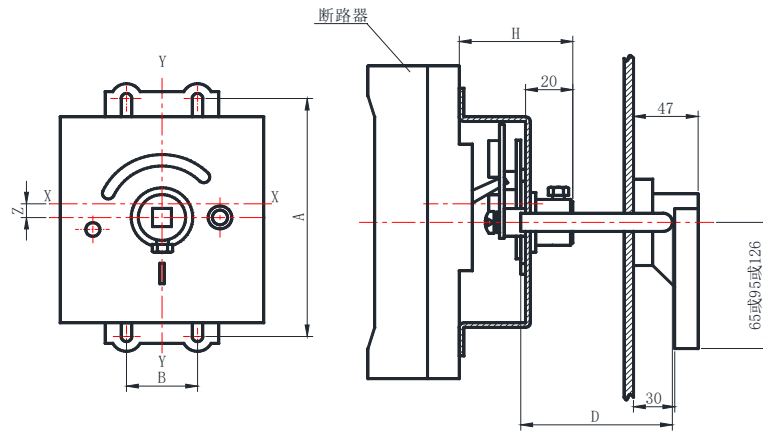

图 23
4.2.1.1 CZ2 操作机构及手柄的安装及外形尺寸见图 23、24 和表 16